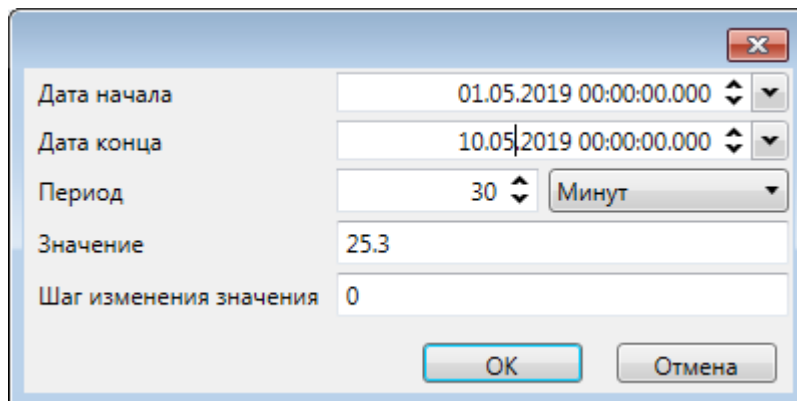

Рисунок 130 – Диалог добавления значений сигналов
– команду добавления значений сигналов в перечень значений. По команде вызывается диалог настройки добавляемых значений (рисунок 130). Диалог добавления значений сигналов обеспечивает настройку значений и меток времени значений ручного ввода;